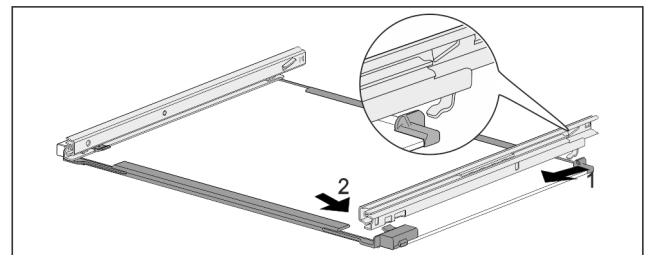

Fig. 108 Sklenená doska s koľajničkami
- Zaháknite koľajničku vzadu. Fig. 108 (1)
- Zaklapnite koľajničku vpredu. Fig. 108 (2)